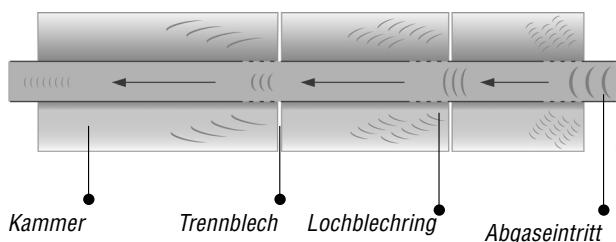

Bild 1: Dreikammer-Tiefton-Schalldämpfer
**Strömungsrichtung:** Die Strömungsrichtung wird durch die im Innenrohr angebrachten Lochblechringe erkennbar. Die Lochblechringe müssen dem Abgaseintritt (Schallerzeuger) zugewandt sein. Siehe auch nachstehende Grafik (Bild 1).